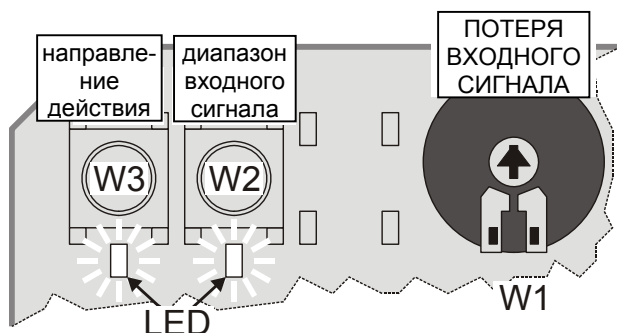

Рис. 1. Кнопка и потенциометр (полож. по умолчанию)
* Настройки завода-изготовителя; может быть изменен на противоположный нажатием на правую кнопку (W3) расположенную на PCB (см. Рис. 1).
Направление действия может быть изменено на противоположное нажатием на левую кнопку (W3) расположенной на печатной плате (см. Рис. 1). Если соответствующий светодиод горит, то это отображает, что шток привода втягивается при сигнале управления 0(2) Vdc (настройка завода-изготовителя); если не горит, то шток привода выдвигается при сигнале управления 0(2) Vdc.
Диапазон входного аналогового сигнала Y может быть изменен нажатием правой кнопки (W2), расположенной на печатной плате (см. Рис. 1). Если соответствующий светодиод горит, то значит привод настроен на работу от 0...10 V (настройка завода-изготовителя); если не горит – то привод настроен на работу от 2...10 V.
При помощи потенциометра (W1), расположенного на печатной плате (см. Рис. 1), может быть задано положение привода на случай потери управляющего сигнала (например при обрыве провода), привод перейдет на заданное положение в диапазоне от 0% до 100%. По умолчанию на заводе-изготовителе настраивается центральное положение (50%).